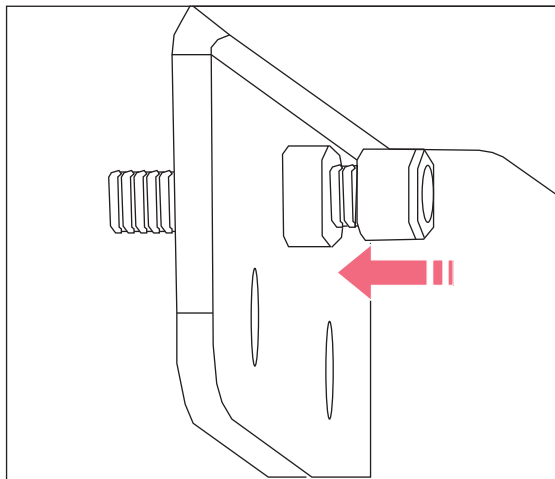

Fig. 4-14: Parafuso
2. Coloque os parafusos como descrito (aqui Fig. 4-14 na pág. 31).